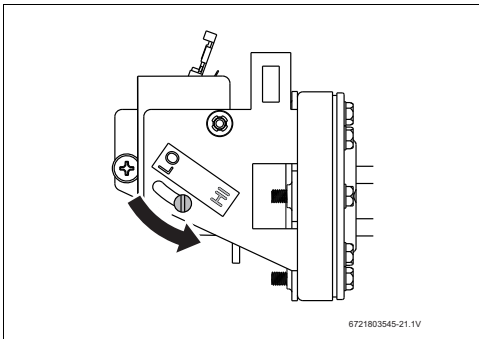
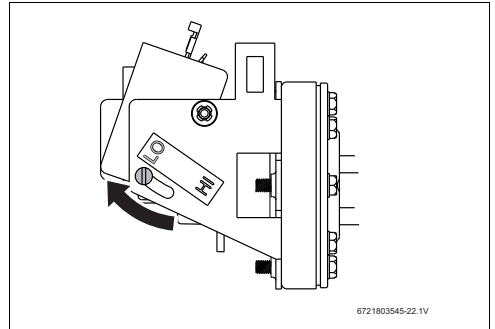

Fig. 11 Total de energía (HI)
Fig. 12 Mitad de energía (LO)
- ▶ Establezca el tornillo Selector de Alimentación. Si se establece en LO (→ Fig. 12), sólo un elemento de calentamiento se operará y la salida será la mitad de energía. Consulte la Table 3 para aumento de temperatura en el flujo de varios rangos. Si el elemento se encuentra en HI (→ Fig. 11), los elementos de calentamiento funcionarán y la salida será del total de energía (predeterminada de fábrica). Al establecer el Tornillo Selector de Poder, asegúrese de que el tornillo esté ajustado hasta el final de la ranura y que estén bien apretados.
El tornillo selector de potencia no lo ponga todo en "HI" (Alto).	Cambie el tornillo selector de energía a "HI" (→ consulte la Fig. 11). ¹⁾